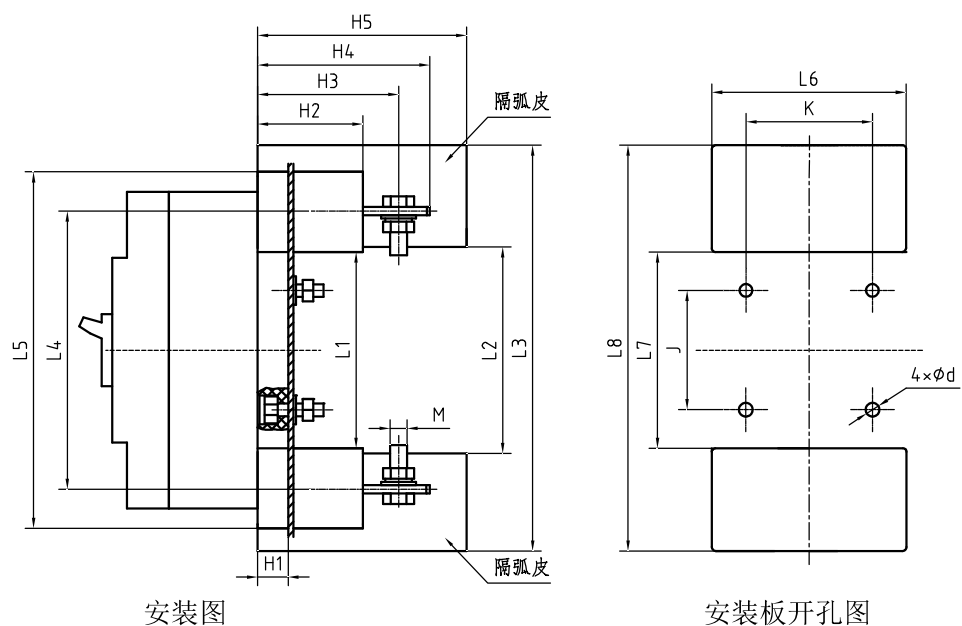

图 21 3P 插入式外形及安装尺寸
- 6.2 断路器插入式外形及安装尺寸见图 21 及表 12。